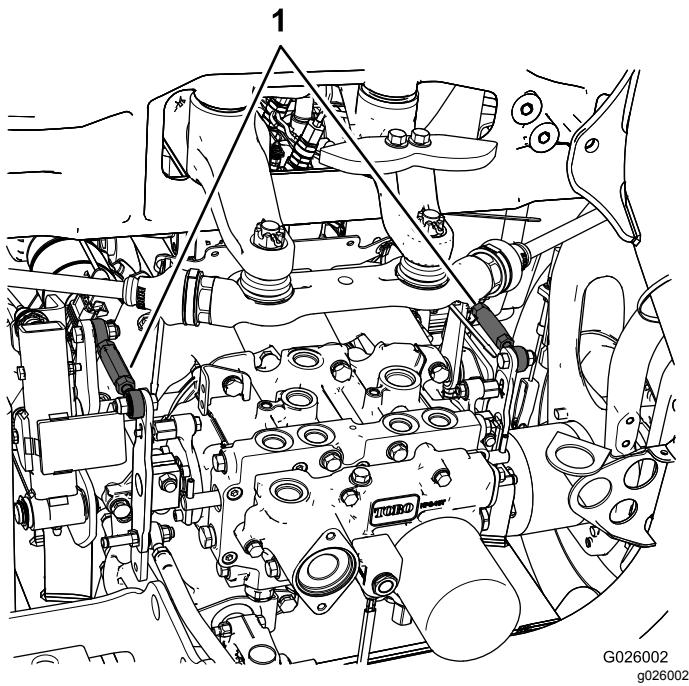

Figura 48
- Si el neumático trasero izquierdo está girando, afloje las contratuercas de la varilla de control de la transmisión del lado izquierdo (Figura 48).